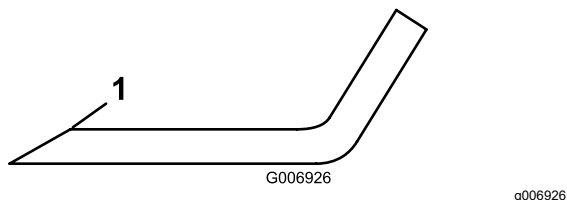

Рисунок 74
4. Осмотрите режущие кромки всех ножей. Заточите режущие кромки, если они не острые или зазубренные, заточите только верхнюю сторону режущей кромки и восстановите первоначальный угол заточки для обеспечения остроты ножей (**Рисунок 74**).